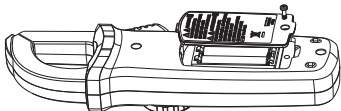

fig. 6
2. Sostituzione della batteria (fig. 6)